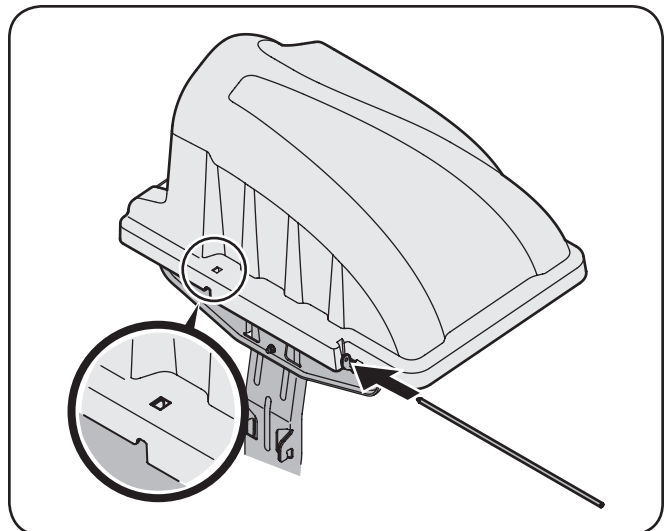
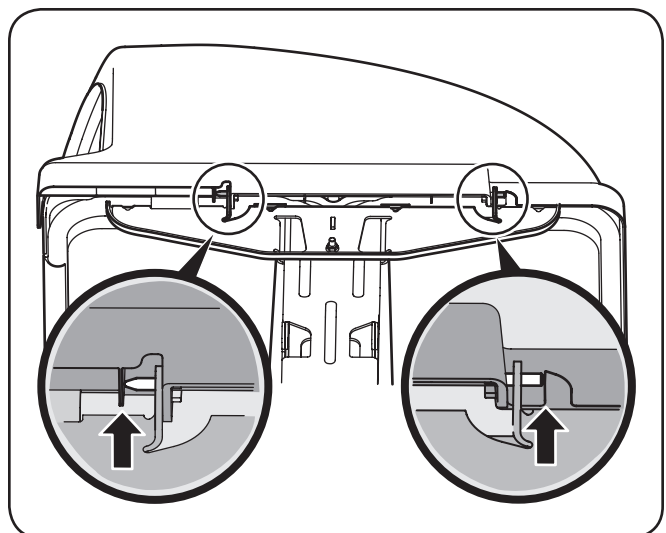

Figure 4-15
Figure 4-16
6. Glissez la goupille de charnière dans le trou situé sur la languette de montage, comme illustrée à la figure 4-15. Servez-vous de la fenêtre de découpe (consultez le médaillon de la figure 4-15) pour aligner la goupille de charnière de l'autre côté et pousser la goupille jusqu'au fond jusqu'à ce qu'elle atteigne la butée d'extrémité. En ce moment la goupille s'enclenche bien en place et est sécurisée à l'aide de la languette qui se trouve dans le couvercle du dispositif d'ensachage. Consultez la figure 4-16.